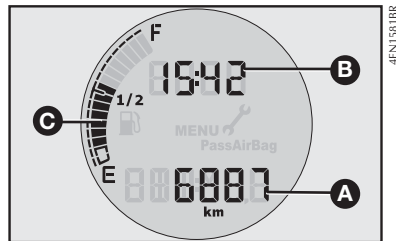

fig. 47
## INFORMAÇÕES NO DISPLAY - fig. 47
- Relógio (**B-fig. 47**).
- Hodômetro total (**A-fig. 47**).
- Indicação do nível de combustível (**C-fig. 47**).